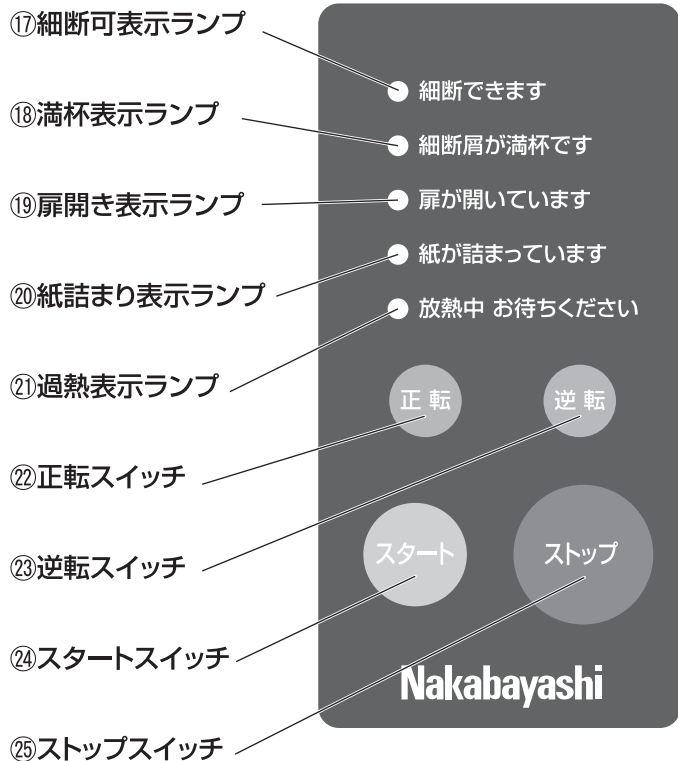

図2 操作パネル拡大図
P7 図2参照
2. 扉⑨を閉めてください。
3. スタートスイッチ⑳を押して、細断可表示ランプ⑰の点灯を確認してください。 P7 図2 参照